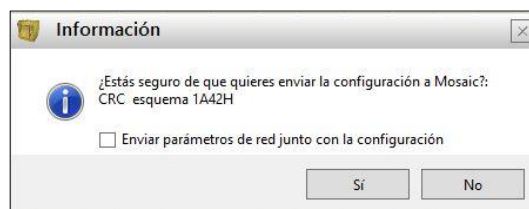

Figura 117 - MOSAIC M1S COM
- ➔ Solo MOSAIC M1S COM: también es posible enviar los parámetros de red al Mosaico seleccionando la marca de verificación de la "Figura 117 - MOSAIC M1S COM".